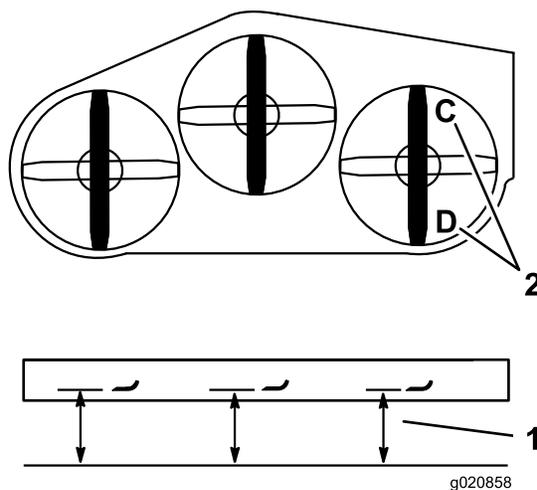

図 84
1. 右側のブレードを前後方向に向ける 図 84。
2. C位置で、平らな床面から右側ブレードの刃先までの高さを測り、測定値を記録する 図 84。
3. D位置で、平らな床面から右側ブレードの刃先までの高さを測り、測定値を記録する 図 84。
4. C位置での刈り込みブレードの高さが、D位置での高さよりも6-10mm低ければ適正である 図 84。高さの差がこの範囲にない場合には以下の手順で調整する。